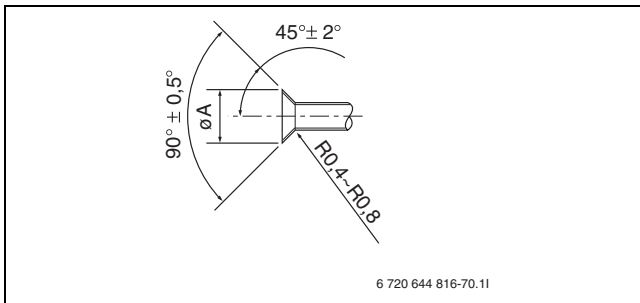

Рис. 19 Угол фланца, труба хладагента
- ▶ Сделайте отбортовку на трубе (→ рис. 19 и таб. 4).